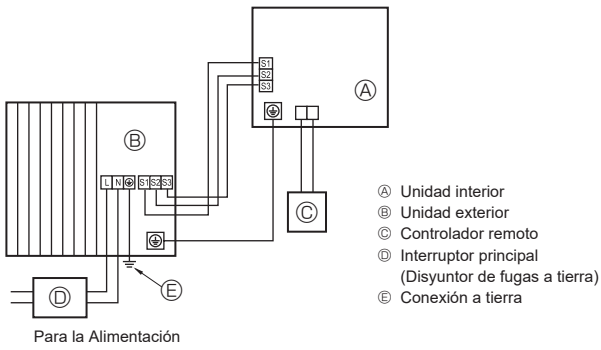
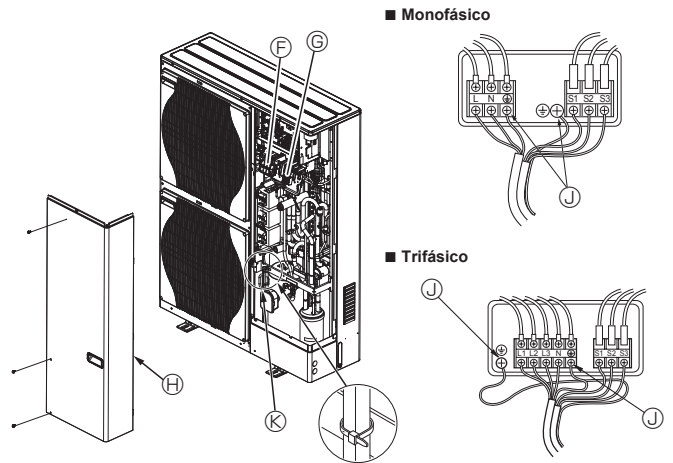

Fig. 5-1
Fig. 5-2
### 5.1. Unidad exterior (Fig. 5-1, Fig. 5-2)
- ① Extraiga el panel de servicio.
- ② Tienda los cables de acuerdo con la Fig. 5-1 y Fig. 5-2.